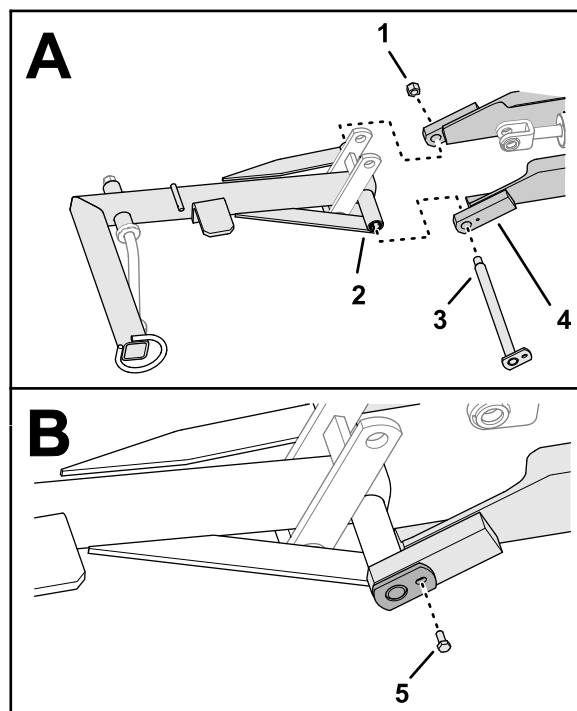

Figure 13
1. Alignez le trou dans le tube du bras de levage et les trous dans les supports de bras des profilés transversaux (Figure 13).
2. Fixez légèrement le bras de levage sur les profilés transversaux (Figure 13) à l'aide de l'axe de la barre de levage et du contre-écrou ($\frac{3}{4}$ po).
3. Alignez le trou dans la languette de l'axe de la barre de levage sur le trou fileté dans le support du bras (Figure 13), et fixez l'axe sur le support à l'aide d'une vis (5/16 po x $\frac{3}{4}$ po).